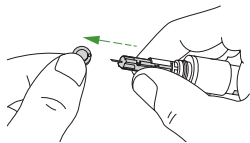

Figura 24
PASO 3: Retire la tapa protectora de la lanceta, girándola y Guárdela para usar más adelante. Véase la figura 24.